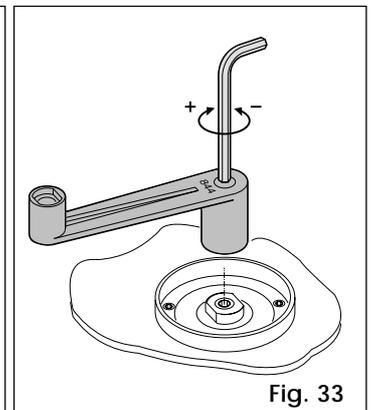

Fig. 33
- 3) maintenir bloqué l'arbre moteur et régler la vis de réglage de l'embrayage comme indiqué Fig. 33. Une rotation de la vis de réglage dans le sens des aiguilles d'une montre augmente le couple, et vice versa.